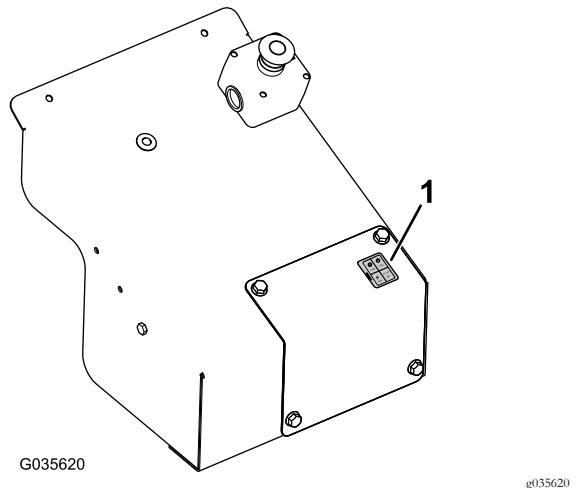

Figura 22
13. Posizionate l'adesivo del fusibile sul coperchio di esclusione manuale (Figura 22).